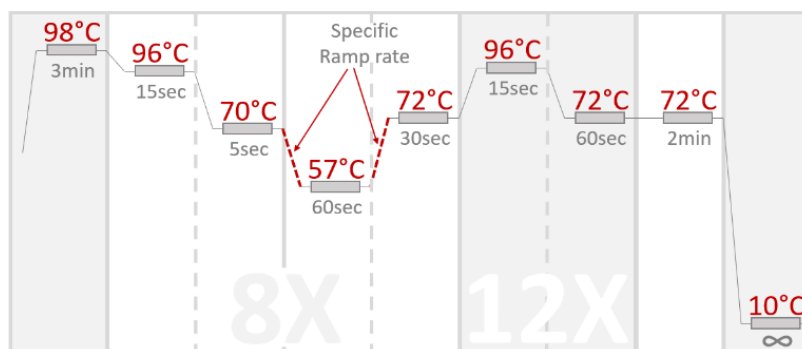

FIGURE 2. REPRÉSENTATION GRAPHIQUE DU PROTOCOLE DE CYCLAGE PCR
- Le protocole de cyclage PCR global est illustré à la figure 2.